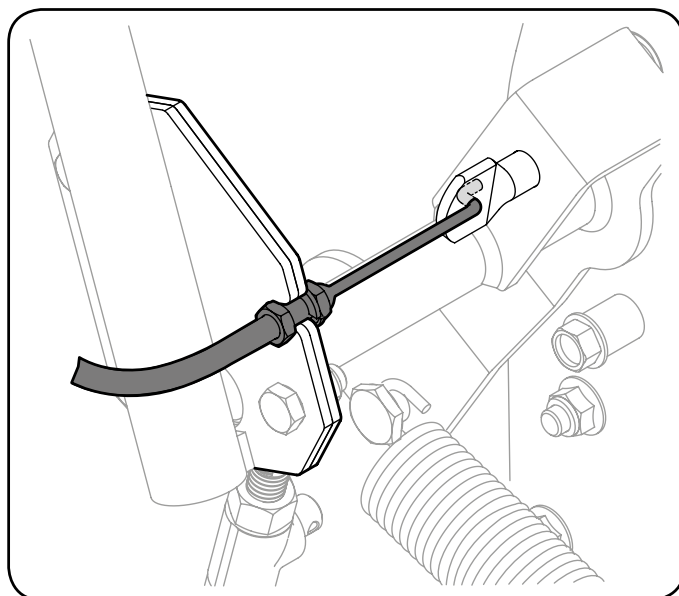

Рисунок 3-21
- Вставьте оболочку троса в вырез на подъемной рукоятке. Прикрепите загнутый конец подъемного троса к запорному стержню на узле подъемного вала (см. рис. 3-21).